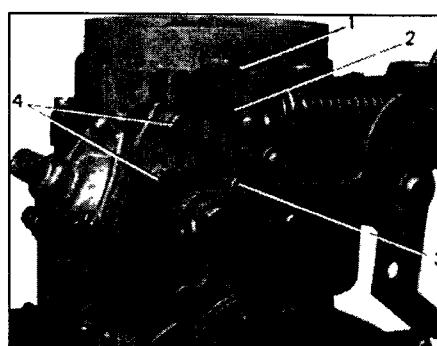

Рис. 4.25, а. Открытие термостата
25 Снимите два фиксатора и отсоедините пружину управления пусковым устройством (рис. 4.25, а). Измерьте расстояние "a" (рис. 4.25, б), которое должно быть равным 40.5 ± 0.2 мм. Если это не так, замените пружину.
2 Рис. 4.25, б. Проверка управляющей пружины (2)